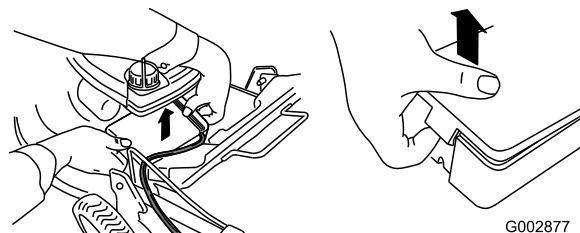

Figure 9
1. Dégagez les deux extrémités du couvercle de la batterie et déposez le couvercle (Figure 9).